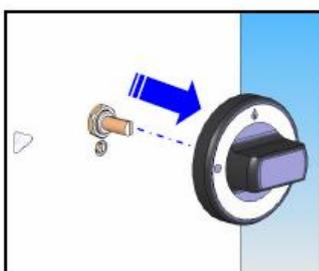

Figure 6
- Remove On-Off Knob of Heater Mechanism (Figure 6).
- Entfernen des Ein/Ausschaltknopfes vom Heizmechanismus (Bild 6.).